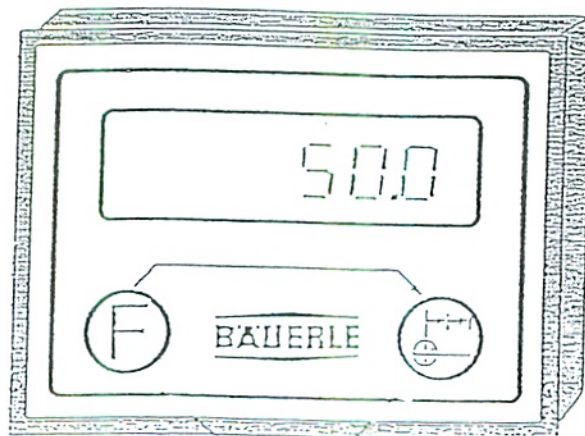

Abbildung 10
2. Betätigen Sie gleichzeitig die beiden unterhalb des Displays angeordneten Taster (siehe Abb. 10). Die Anzeige im Display springt automatisch auf das Maß 50 um und speichert die neue Einstellung.